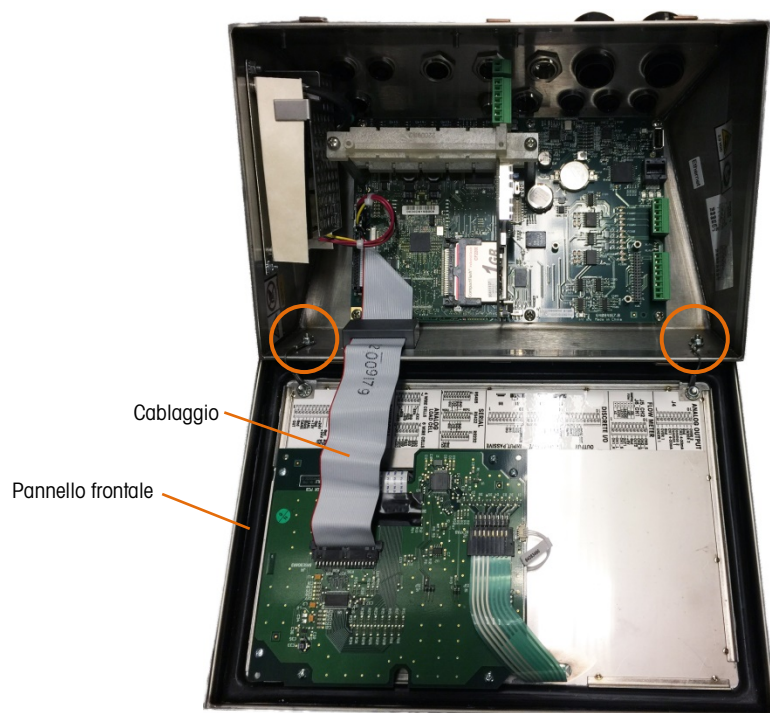

Figura A-9: Pannello frontale dell'armadietto per ambienti difficili aperto, con pannello frontale in orientamento originale
3. Allentare e rimuovere i due dadi che fissano i due cavi di metallo che congiungono il coperchio anteriore all'alloggiamento posteriore. La loro posizione è indicata in Figura A-9.